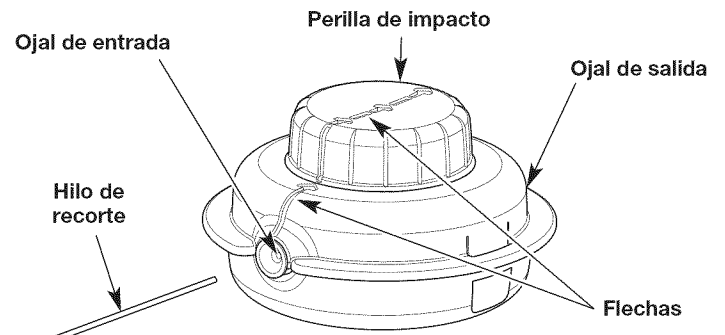

Fig. 8
3. Gire la perilla de impacto en el sentido de las agujas del reloj para alinear las flechas (Fig. 8).
4. Inserte el nuevo hilo de recorte en el ojal de entrada (Fig. 8). Oprima el hilo a través del cabezal de corte hasta que sobresalgan unas pulgadas por el ojal de salida. Tire del hilo hasta que los extremos tengan la misma longitud.